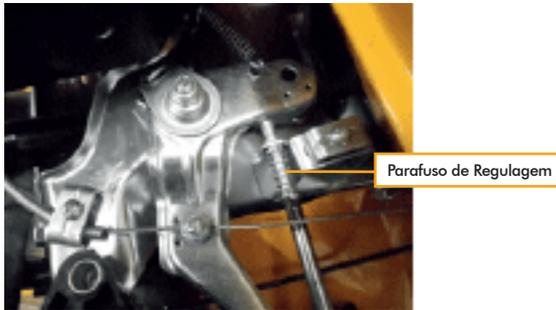

Fig. 34
e) Pode-se encurtar o percurso de aceleração se necessário, através do parafuso de regulação, apertando o parafuso diminui a rotação máxima em que o motor pode trabalhar (Fig. 34).